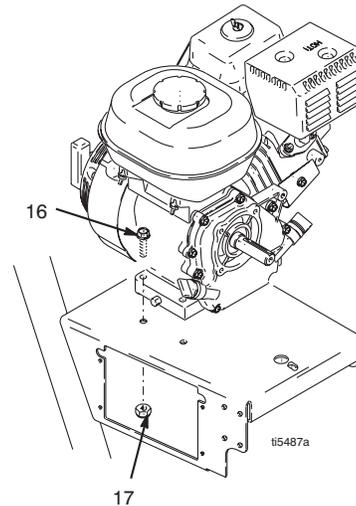

図. 13
3. 図. 13. エンジン基部から2本のロックナット (17) およびネジ (16) を外します。
2. 図. 13. エンジン基部に2本のネジ (16) を取り付け、ロックナット (17) で固定します。26 ft-lb (22.6 Nm) のトルクで締めます。
- 図 13. 2本のネジ (71) を取り外し、カバー (130a) を外して下向きにします。